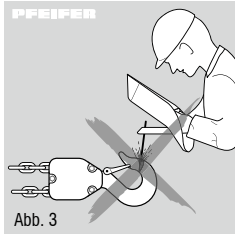

Abb. 3
- Schweißarbeiten an Haken und Lastkette sind verboten. Die Lastkette darf nicht als Erdleitung bei Schweißarbeiten verwendet werden (Abb. 3).